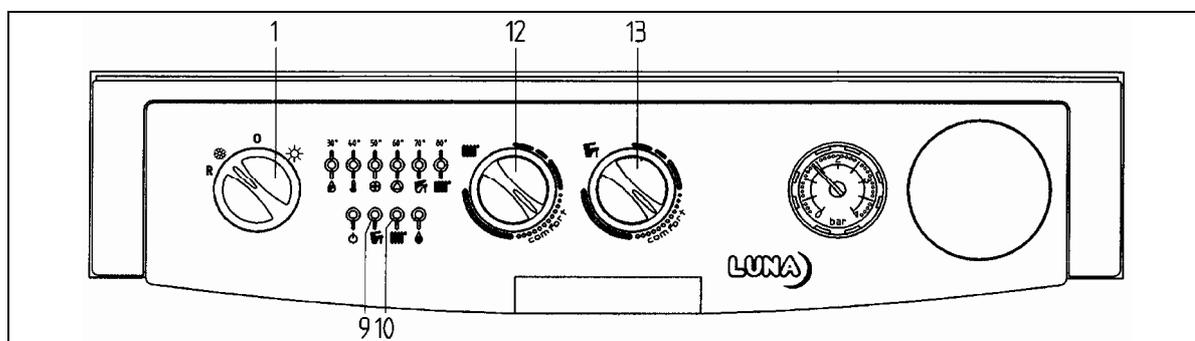

Рис. 4 Панель управления котла
- Установите регулятор (1) в положение зима ❄️;
- Установите максимальное значение температуры в контуре ГВС (рис. 4, поз. 13); в этом положении трехходовой клапан работает на змеевик бойлера; горит световой индикатор 9 📡;
- Поочередно установите на максимальное значение температуру воды в контуре отопления (рис. 4, поз.12) и на минимальное значение температуру воды в контуре ГВС (рис. 4, поз. 13); в этом положении трехходовой клапан работает на контур отопления; горит световой индикатор 10 🔦.